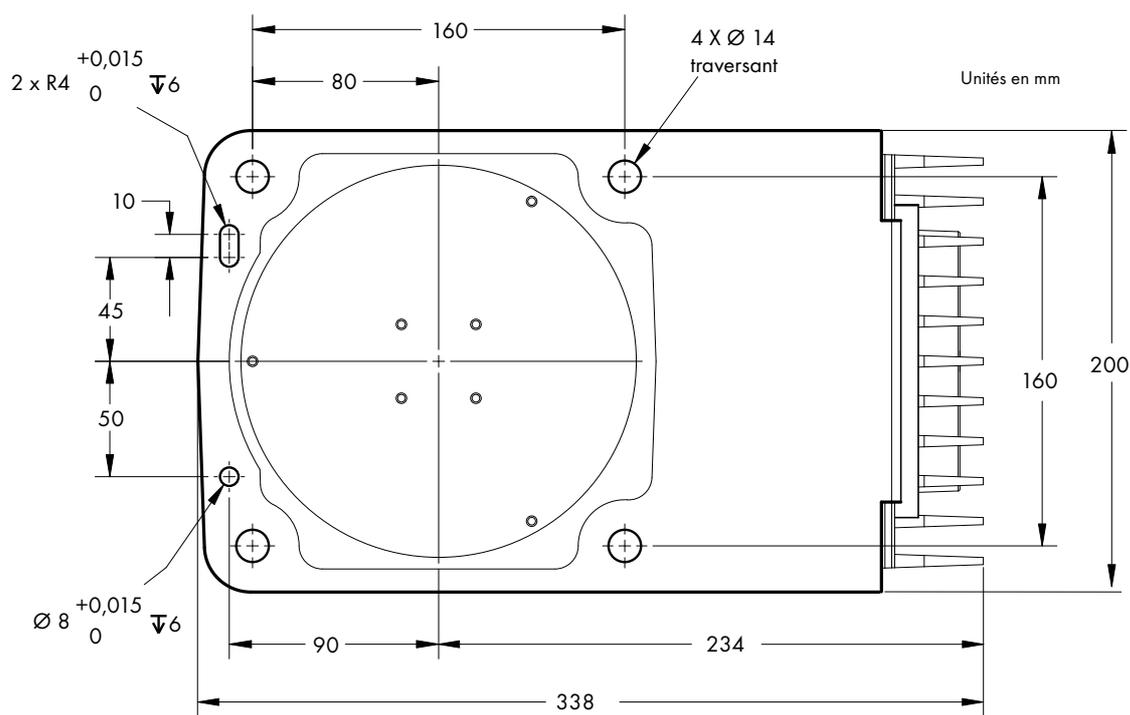

Figure 3.2 : emplacement des trous de fixation pour le montage du robot
Le robot Adept Cobra série e-Vario est conçu pour être monté sur une table lisse, plane et horizontale. La structure de montage doit être suffisamment rigide pour éviter les vibrations et torsions pendant le fonctionnement du robot. Adept recommande une plaque d'acier d'une épaisseur de 25 mm montée sur un châssis tubulaire rigide. Des torsions au moment du montage ou des vibrations excessives risquent de nuire aux performances du robot. La figure 3.2 indique l'emplacement des trous de fixation destinés au montage du robot Adept Cobra e-Vario.
REMARQUE : un trou et une encoche situés sous la base facilitent l'utilisation de goupilles installées sur la surface de montage (voir la figure 3.2). L'utilisation de goupilles de montage permet de conserver la position du robot lorsqu'il doit être retiré, puis réinstallé.
1. À l'aide des dimensions indiquées dans la **figure 3.2**, percez et taraudez la surface de montage de quatre trous M12 - 1,75 x 36 mm (boulons fournis par l'utilisateur). Pour connaître les spécifications des boulons, ainsi que la valeur des couples, reportez-vous au **tableau 3.2**.